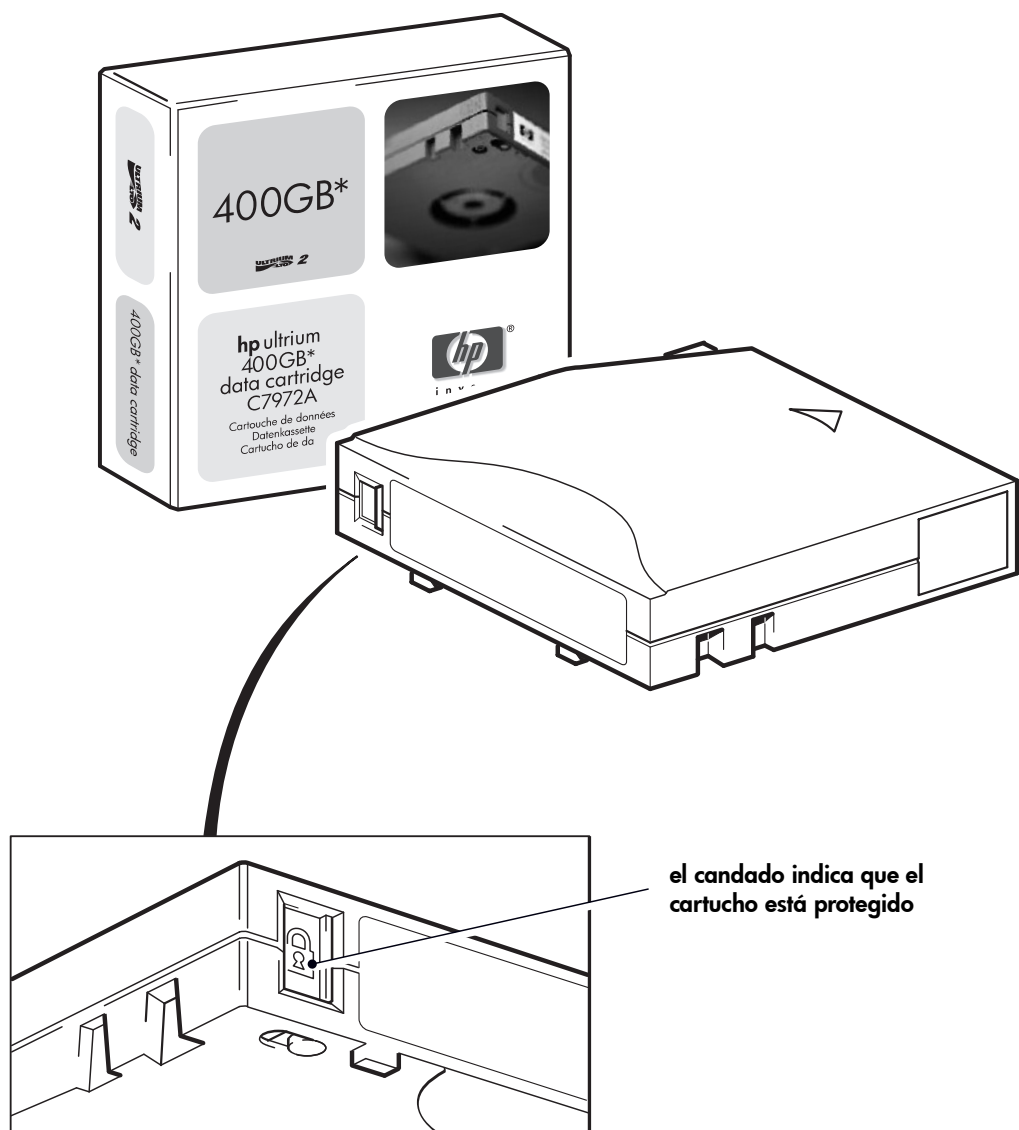

Figura 11: protección contra escritura de los cartuchos
- Para permitir la escritura en el cartucho, deslice la lengüeta roja hacia atrás de modo que el orificio esté abierto antes de cargar el cartucho en la unidad. En la Figura 11 se muestra la ubicación de la lengüeta de protección contra escritura.